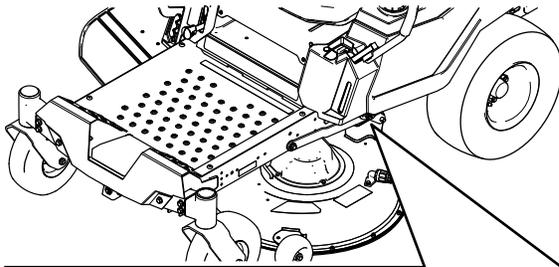

**Bild 66**
4. Legen Sie zwei 6,6 cm dicke Blöcke an jeder Seite unter die vordere Kante des Mähwerks, jedoch nicht unter die Halterungen der Antiskalpierrollen (Bild 66).
5. Legen Sie zwei 7,3 cm dicke Blöcke unter die hintere Kante des Mähwerks, einen an jeder Seite des Mähwerks (Bild 66).